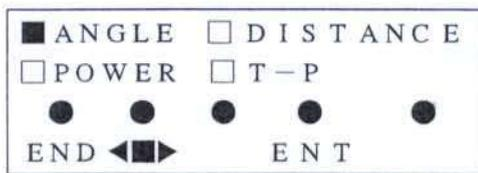

图 8-1
2. 液晶的各部分在两秒钟后闪亮，然后显示版本号NO.紧接着显示选择内容(图 8-1)。选择时按 [SHV] 键直到游标转到所选内容，然后按 [HOLD] 键进行第 3 步。结束初始设定时按 [TRK] 键。最后一次按 [TRK]
3. 要改变初始设定值，按 [SHV] 键，改变游标“■”的位置。设定完毕或不做任何改变时，按 [HOLD] 键进行下一个设定内容。设定完最后一项内容后，屏幕转到显示如图 8-1 所示的选择内容屏。这个显示被称作整个设定过程中通过按 [RSI] 键来完成的中间过程。